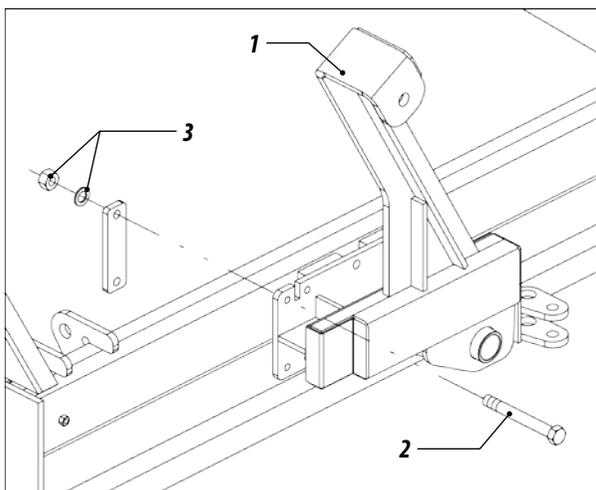

Figura 12
26 - Con el enganche fijado y las tuercas de la vara sueltas, gire la vara hasta que la misma dé abertura para colocar la barra estabilizadora del cabezal (6), fijando de un lado con tornillo (7), arandela y tuerca (8), del otro lado con la tuerca (9) de la vara. FIGURA 12.